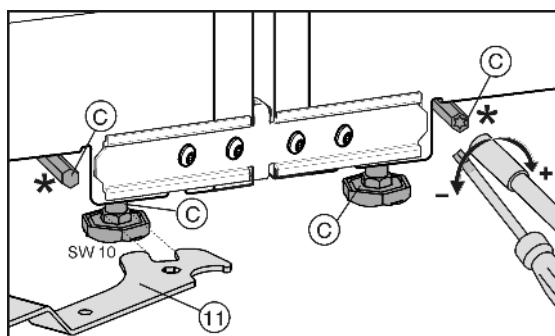

Fig. 8
Přední seřizovací nožky je možné nastavovat přiloženým vidlicovým klíčem Fig. 8 (11), zadní seřizovací nožky* šroubovákem Torx® 25.